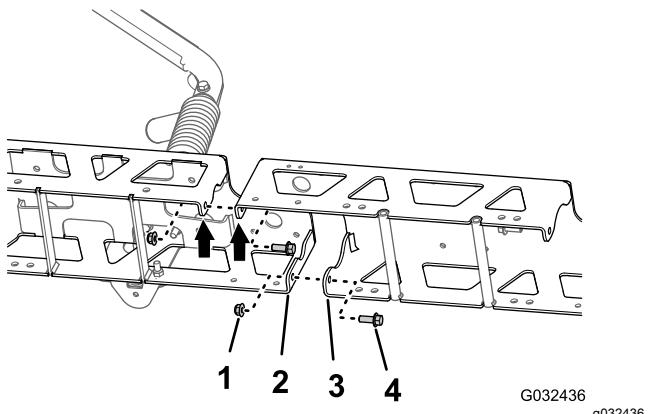

Рисунок 52
- Совместите отверстия в вертикальных фланцах удлинителя средней секции стрелы с отверстиями в ферменной раме (Рисунок 52).
- Установите, не затягивая, удлинитель средней секции стрелы на ферменную раму (Рисунок 52) при помощи двух болтов с фланцевыми головками (3/8 x 1 дюйм) и двух фланцевых контргаек (3/8 дюйма), снятых при выполнении пункта 1 раздела Разделение ферм средней секции опрыскивателя \(страница 28\).
- Совместите отверстия в вертикальных фланцах удлинителя средней секции стрелы с отверстиями в другой ферменной раме (Рисунок 52).
- Установите, не затягивая, удлинитель средней секции стрелы на другую ферменную раму (Рисунок 52) при помощи двух болтов с фланцевыми головками (3/8 x 1 дюйм) и двух фланцевых контргаек (3/8 дюйма) из доводочного комплекта системы опрыскивания GeoLink (Рисунок 52).